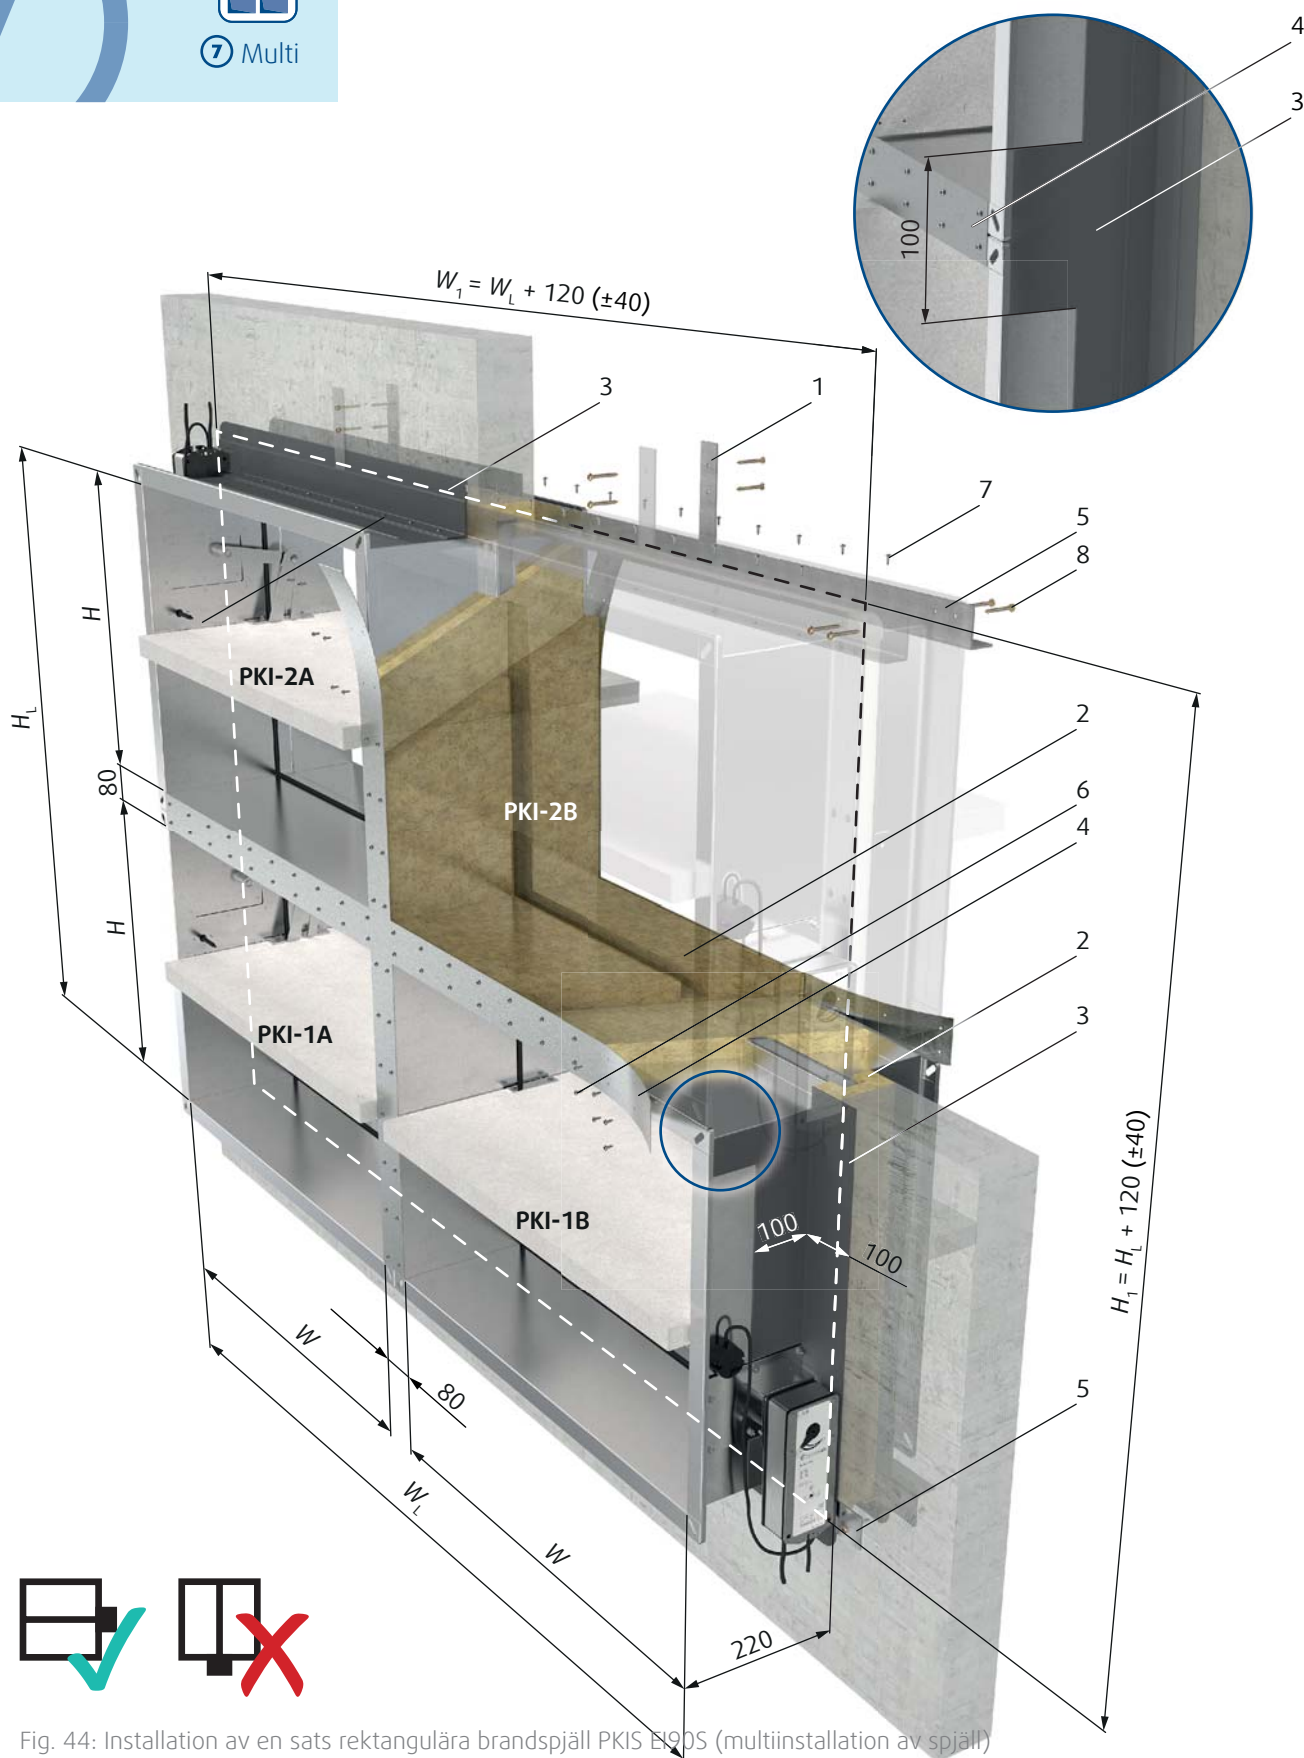

Fig. 44: Installation av en sats rektangulära brandspjäll PKIS E90S (multiinstallation av spjäll)
**Förklaring**(Fig. 44 on following page)